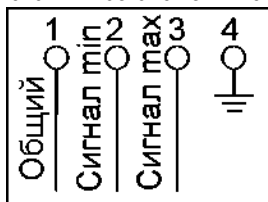

Рисунок 1
3.3 Подключение к приборам электрической цепи производится кабелем диаметром до 10 мм в соответствии со схемой внешних соединений (рисунок 1).